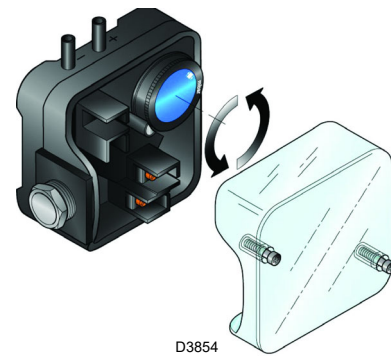

Abb. 28
- Stellen Sie den Luftdruckwächter (Abb. 28) auf den Skalenanfangswert ein.
Führen Sie die Einstellung des Luftdruckwächters aus, nachdem alle anderen Einstellungen des Brenners bei auf den Skalenanfang eingestellten Luftdruckwächter vorgenommen wurden (Abb. 28). Mit auf Mindestleistung funktionierendem Brenner einen Verbrennungsanalysator in den Schornstein montieren, die Ansaugöffnung des Ventilators langsam schließen (z. B. mit Pappe), bis der CO-Wert 100 ppm überschreitet.